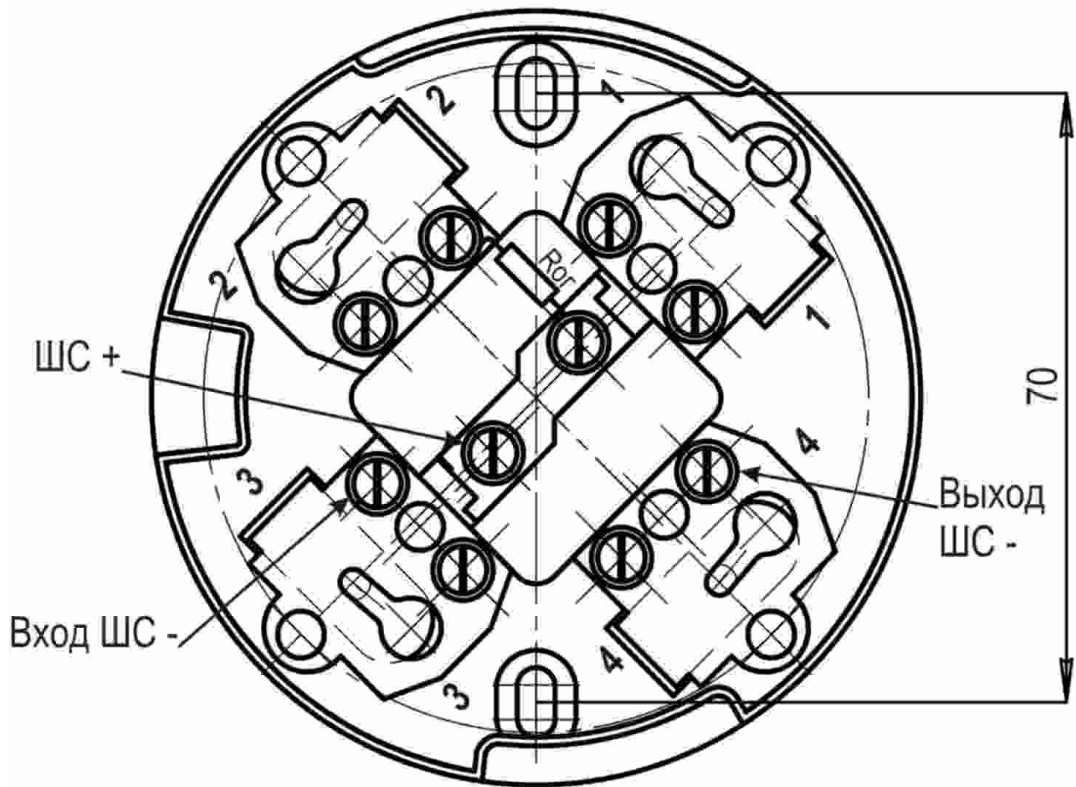

Рис. 2. Розетка извещателя. Общий вид и расположение контактов
5.4 Расположение и назначение контактов розетки для извещателей с бесконтактным выходом приведено на рис. 2.
- разметить места установки дюбелей согласно рис. 2 или 3;